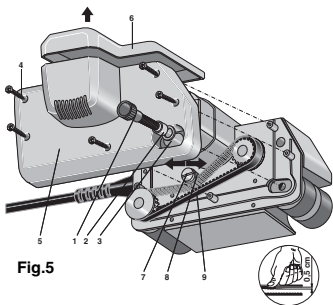

Fig.5
1. Rändelschraube 1 (Fig. 5) herausdrehen. Das Band kann auf den Bandrollen verbleiben. Die Abstandsrolle 2 und die beiden Scheiben 3 müssen ebenfalls entfernt werden.